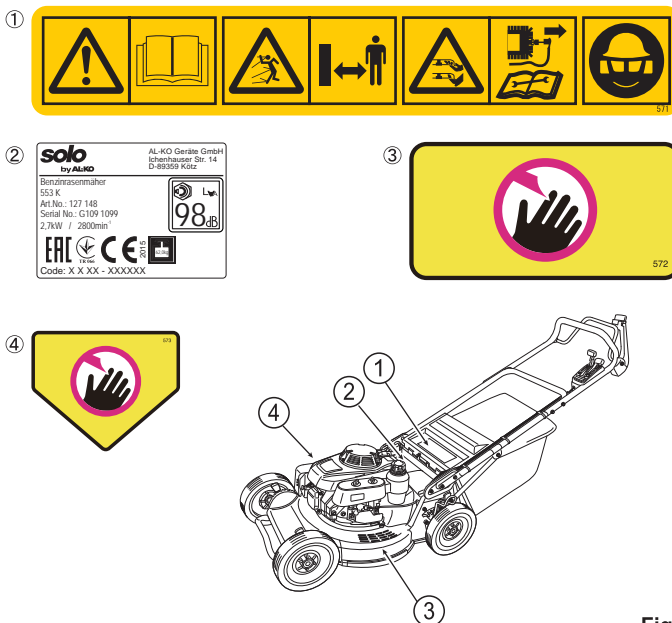

Fig. 1
- Les étiquettes de sécurité sont fixées sur la tondeuse à gazon ainsi qu'illustré dans la **figure 1**.